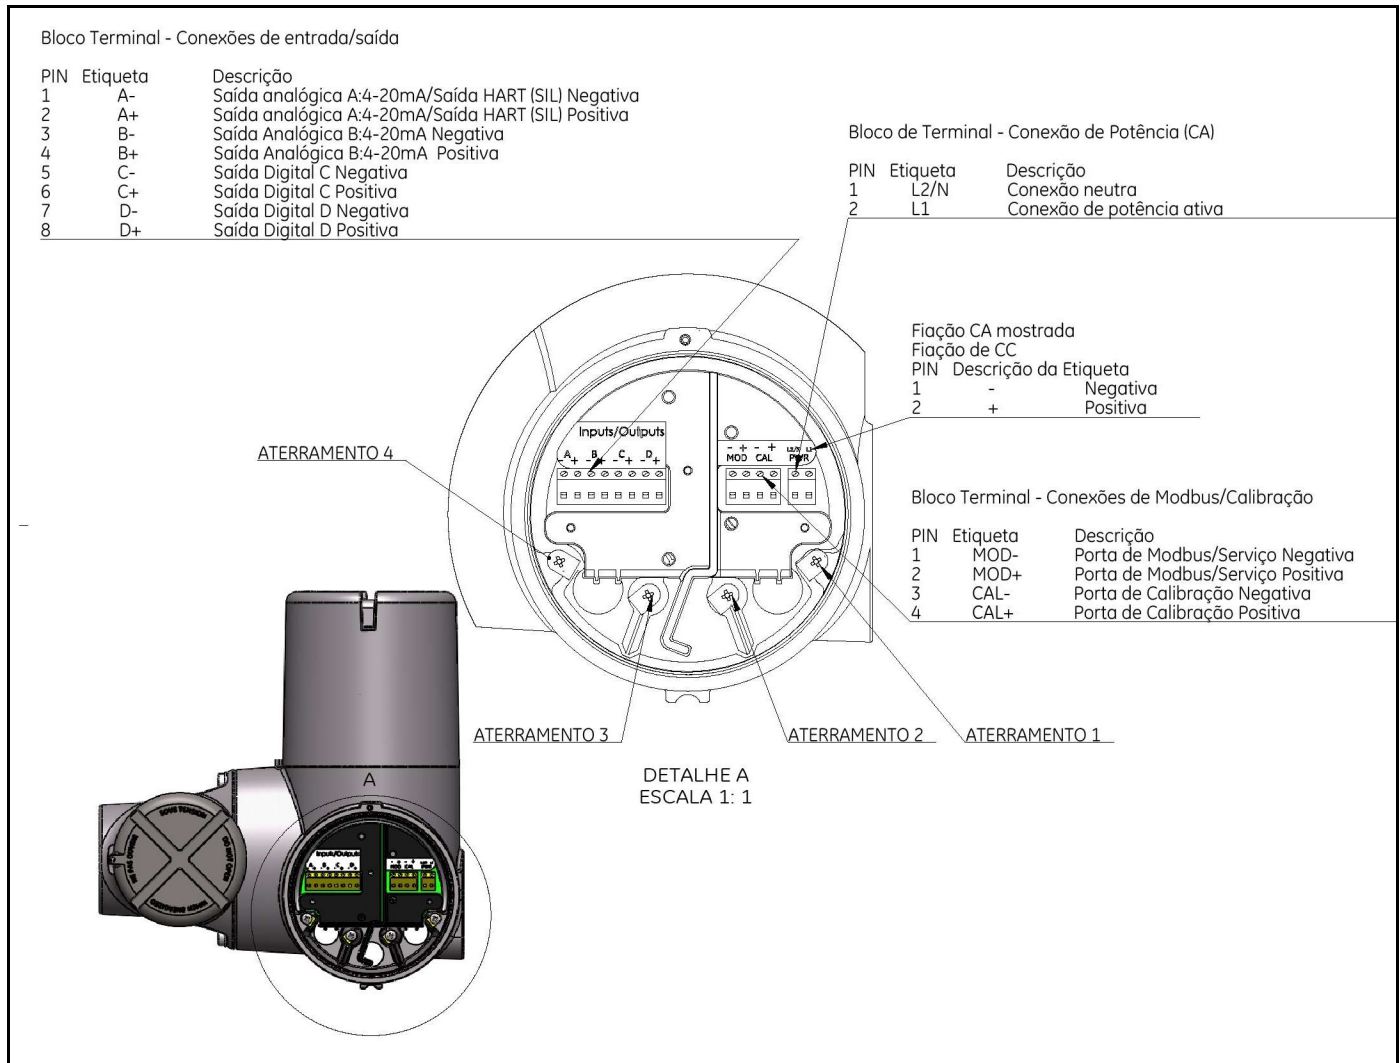

Figura 4: Saída do SIL
**Saída do SIL:** O medidor de vazão tem uma Saída do SIL por conjunto de eletrônicos do computador de vazão XMT900 (veja a *Figura 4* abaixo). Essa é a saída do SIL/HART. A Saída do SIL fornece dois conjuntos de dados. O nível mA da saída indica o valor de Saída Segura. O sinal HART que é executado na saída fornece uma interface de comunicação HART que não está relacionada no SIL. Esse sinal HART pode ser utilizado para coletar dados de medição ou programar o instrumento, mas apenas o nível mA da Saída do SIL é Funcionalmente Seguro.